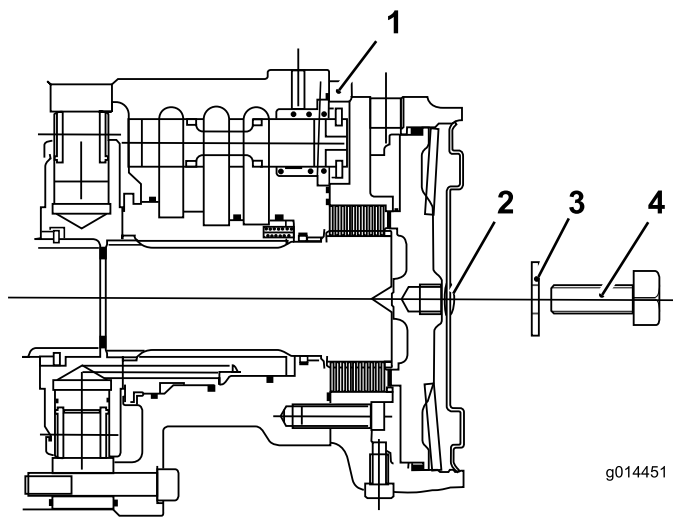

Figure 62
- C. Placez le bouchon hexagonal dans la plaque d'extrémité du moteur (Figure 62).